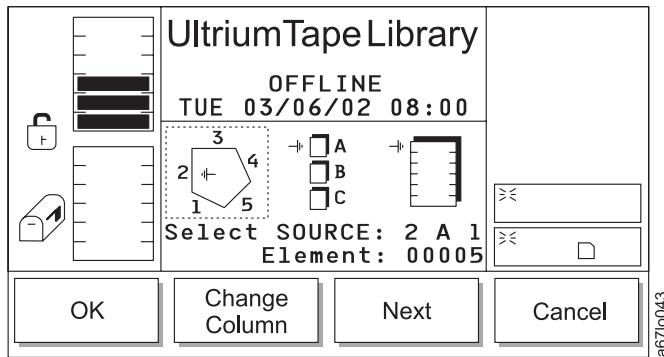

Abbildung 109. Dialog zur Auswahl der Quellenposition für Transportoperation
- Wird **Move Media** ausgewählt, erscheint der Dialog zur Auswahl der Quellenposition für eine Transportoperation (siehe Abb. 109 auf Seite 130).
Tabelle 58. Übersetzung von Abb. 109, Dialog zur Auswahl der Quellenposition für Transportoperation
- Wird **Next** ausgewählt, ändert sich der aktuelle Quellenparameter von einem Ablagefach in eine Säule (siehe Abb. 109 auf Seite 130).